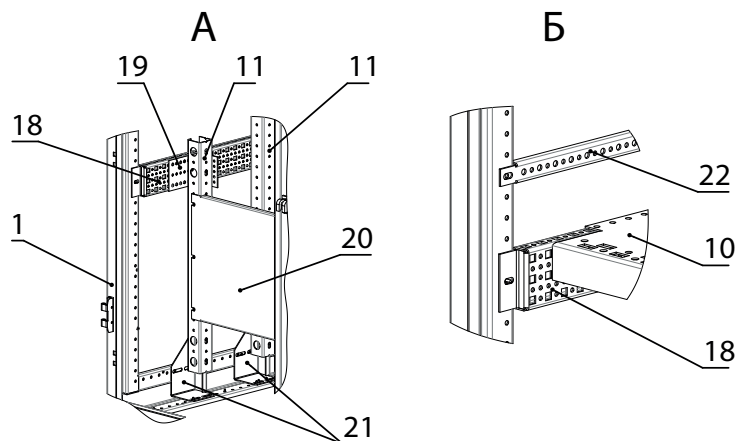

Рис. 3.1. Конструкция шкафа серии STD.
Основой конструкции шкафов (рис. 3.1) является сварной **каркас** (1), обеспечивающий жесткость и устойчивость шкафа при монтаже оборудования.